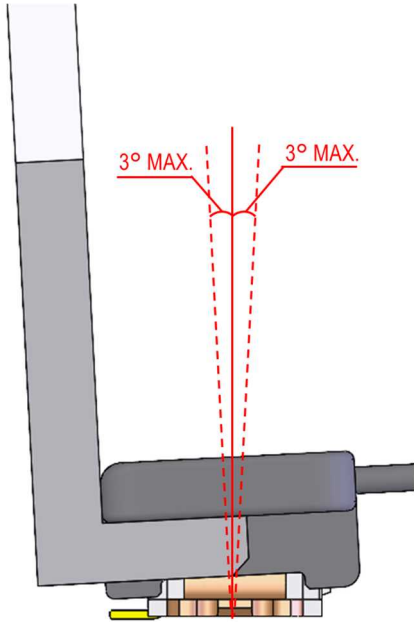

Fig.16 嵌合状態でのこじり許容角度
- ・コネクタ嵌合状態でのこじり許容角度（ケーブル引き出し方向の傾き）は図 16 の通りです。治具を引き上げる 許容角度は挿入許容角度と同等です。